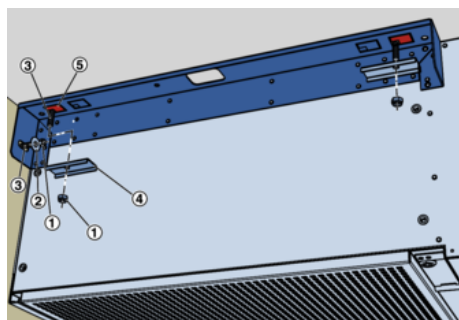

Abb. 15: Bauteil 2 an Decke befestigen
Löcher für Schwerlastanker bohren und Bohrlöcher ausblasen. Danach an beiden Deckenbefestigungslöchern das Blechteil (Abb. 15/5) ausbrechen (Bewegungsraum zum Ausrichten des Gerätes).
Schwerlastanker montieren und Gewindestangen (Abb. 15/3) einschrauben.
15. ▶ Gerät mit Unterlegblechen (Abb. 15/4), und Muttern (Abb. 15/1) befestigen, so dass es noch etwas bewegt werden kann.